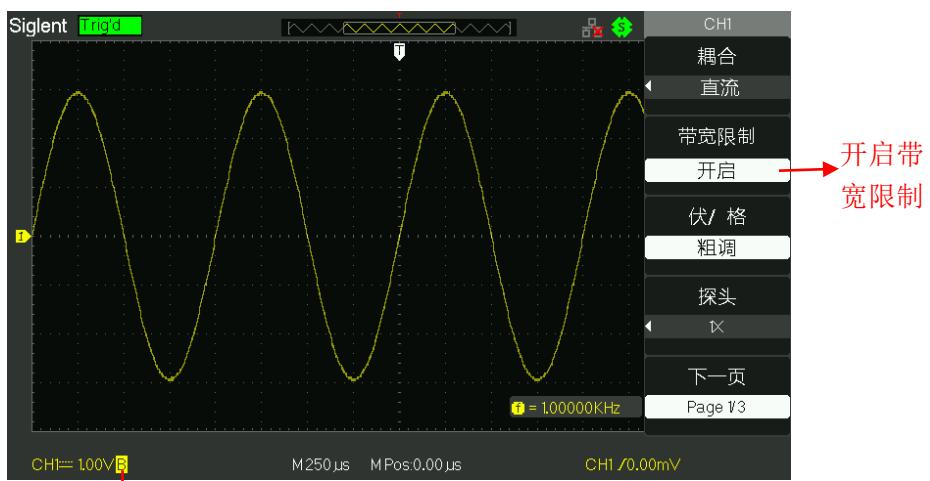

图 2-7 设置带宽限制
- 按【1】选择【带宽限制】为【开启】，设置带宽限制为开启状态。被测信号含有大于 20MHZ 的高频分量幅度被限制。如图 2-7 所示：